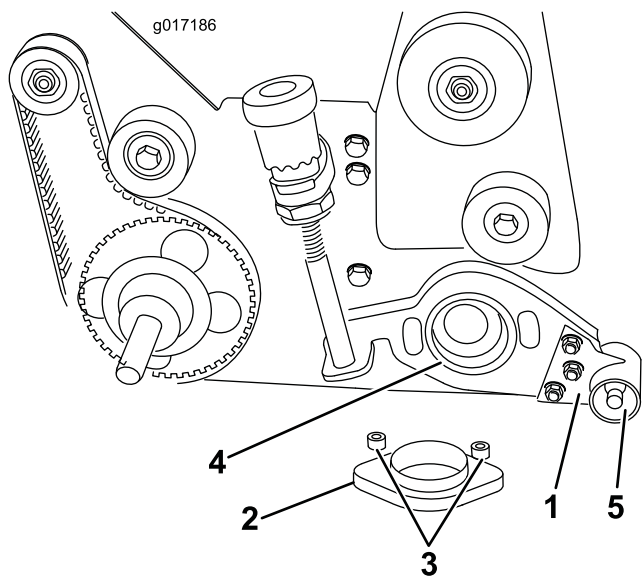

Figura 9
- A. Introduzca un anillo adaptador en el alojamiento del cojinete del molinete (Figura 9).
B. Deslice la chapa del acondicionador sobre el extremo del eje del acondicionador (Figura 9).
C. Introduzca los dos tornillos de cabeza plana de 3/8 x 2 pulgadas a través de la cubierta del brazo del acondicionador y el adaptador del cojinete. Coloque un espaciador sobre cada tornillo antes de colocar el adaptador en el alojamiento del cojinete del molinete. Deslice el adaptador a través de cojinete de bronce de la chapa del acondicionador e introdúzcalo en el alojamiento del cojinete del molinete. Instale las contratuercas en los tornillos de cabeza plana y apriételas a 31–37 Nm (23–27 pies-libra) (Figura 9).
D. Sujete el extremo derecho del eje del acondicionador a la chapa del acondicionador con una contratuerca de 1/2 pulgada (rosca a izquierdas). Apriete la contratuerca a 39–47 N-m (29–35 pies-libra) (Figura 9).
22. Monte el conjunto del pomo de ajuste del acondicionador en la chapa lateral derecha con el tornillo de caperuza de 3/8 x 5/8 pulgada y la arandela Belleville que retiró en el paso 8B (Figura 9).